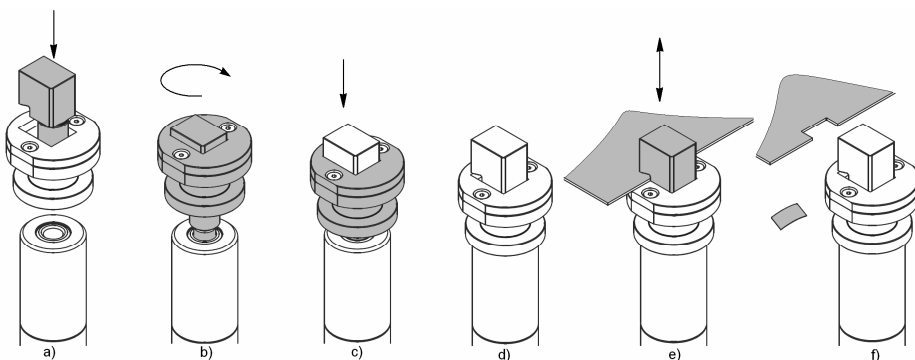

Рис. 1. Робота з крейцмейселем WP
1. Вставити пуансон крейцмейселя в отвір матриці (Рис. 1а, Рис. 1б).
2. Вкрутити різьбовою частиною пуансона в гніздо поршня головки так, щоб болт пуансона сперся на поверхню поршня (Рис. 1б, Рис. 1с).
3. Опустити матрицю так, щоб вона сперлася на торець циліндра головки (Рис. 1с, Рис. 1д).
4. Після правильного виконання встановлення зазор між матрицею та різальною кромкою пуансона становить 2÷3 мм, а матриця повністю направляється пуансоном (Рис. 1с).
5. Ввести листовий метал під різальну кромку крейцмейселя (Рис. 1е).